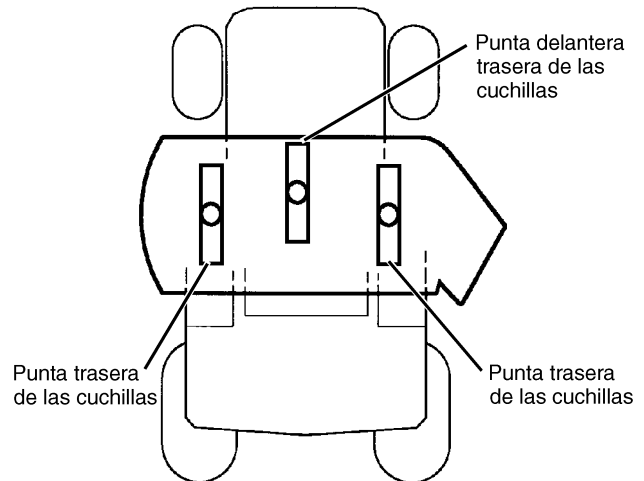

FIGURA 30
- Gire las cuchillas para que apunten de adelante hacia atrás (Vea la FIGURA 30).